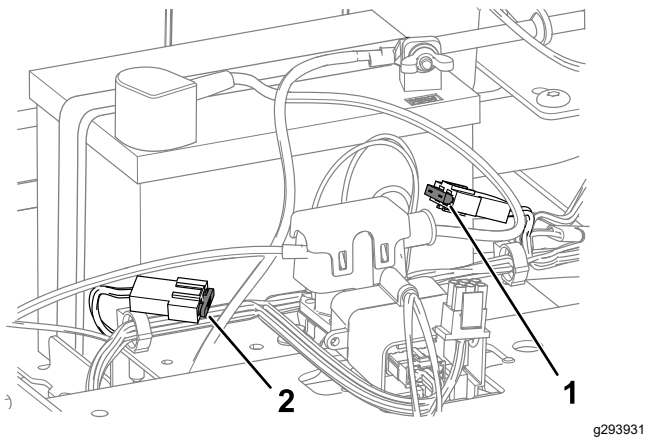

Figure 52
4. Pour remplacer un fusible, tirez dessus pour l'enlever (Figure 52).